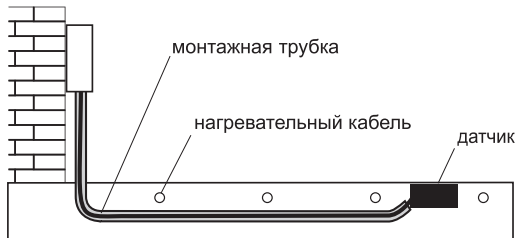

Рисунок 2.
- расположить датчик в бетонной основе на одном уровне с обогреваемой поверхностью (рис. 2).